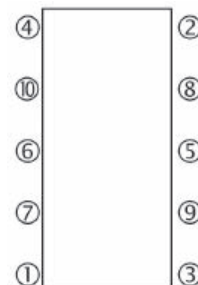

Fig. 11
- 4) Desserrez tous les écrous dans un ordre diamétralement opposé (Fig.11). Reculez le plateau mobile en le tirant en arrière et enlevez les plaques une par une en faisant attention de ne pas les endommager. Attention, le bord des plaques est coupant, portez des gants de protection.
- Nettoyez et lubrifiez correctement les tirants, positionnez-les, puis serrez les écrous progressivement et uniformément dans l'ordre inverse du démontage indiqué à la Fig.11 jusqu'à obtenir la cote correcte entre plateaux (cote de serrage) indiquée sur la plaque signalétique. Vérifiez que cette cote est bien uniforme sur tout le pourtour des plateaux. Trop serrer peut déformer les plaques de manière irréversible. Si vous pensez nécessaire de serrer au-delà de la cote préconisée, contactez le service après-vente de fournisseur qui saura vous conseiller.